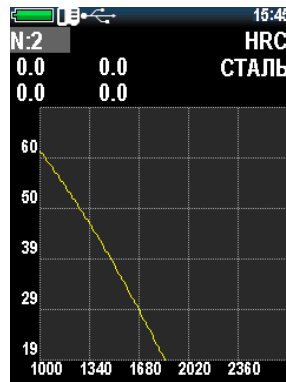

Рисунок 2.36 – Градуировка по двум точкам
4. Нажмите клавишу «» для выбора количества точек калибровки, при наличии двух образцов необходимо выбрать 2 с помощью клавиш «» и «», для подтверждения нажмите «» (рис. 2.36).